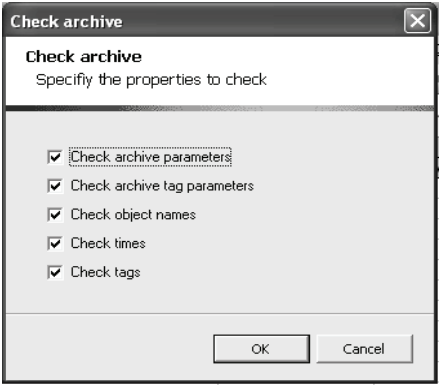

图 16-14 归档检测
8) 在 Excel 表格中输入数据时不进行任何检查。选择 Excel 菜单“WinCC Archive”→“Check archive”。打开一个对话框以检查整个归档，如图 16-14 所示，可以通过复选框限制要检查的归档属性，激活相关的复选框后单击“OK”按钮。